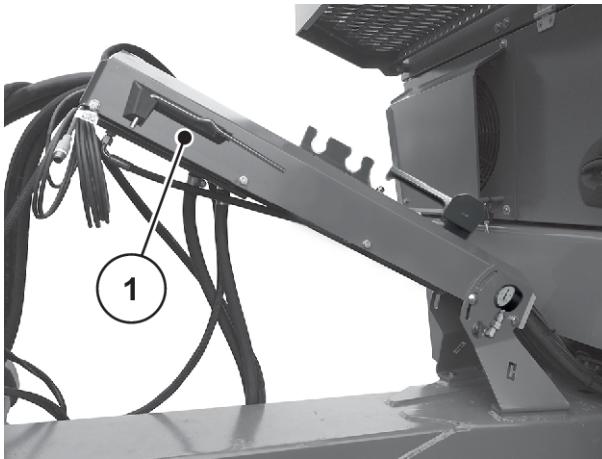

Fig. 66: Poziția manetei de reglare
- ▶ Plasați înapoi maneta de reglare pe suportul prevăzut. A se vedea *Fig. 66 Poziția manetei de reglare*